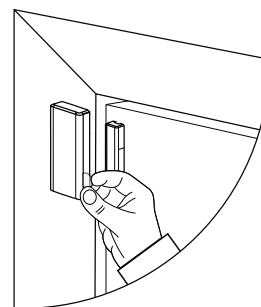

Abbildung 8: Registrierkarte ziehen
1. Zum Einschalten des Geräts ziehen Sie die Registrierkarte Anmeldung. See Figure 8.